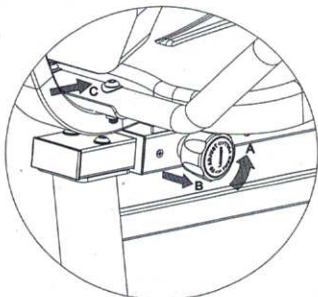
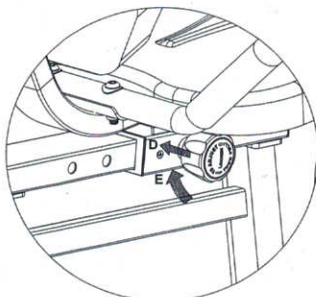
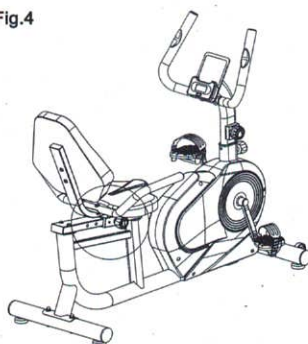

Fig.2
Fig.3
Fig.4
Quando a posição da Figura 1 precisar ser movida para frente para ajustar a posição da Figura 4, primeiro, conforme mostrado na Figura 2, o botão do pino de tração (14) é girado três ou quatro vezes no sentido anti-horário e, em seguida, o cabeçote do pino de tração não é puxado para fora manualmente, então o pino de bala dentro do pino de tração é puxado para fora e o conjunto da luva de fixação do selim (7) é empurrado para frente com a mão, empurrado aproximadamente para a posição desejada após a Figura 3, e o a cabeça do pino de tração fica relaxada no orifício do trilho deslizante (4) (existem 5 orifícios no trilho deslizante, ou seja, 5 posições diferentes), e o pino-bala interno cobrirá o orifício no trilho. Em seguida, aperte o botão do pino no sentido horário, conforme mostrado na Fig. 4, você pode ser mais A → B → C → D → E na sequência da Fig. 2 e FIG. 3 para ajustar, e o método de ajuste subsequente é consistente com o método de ajuste direto.